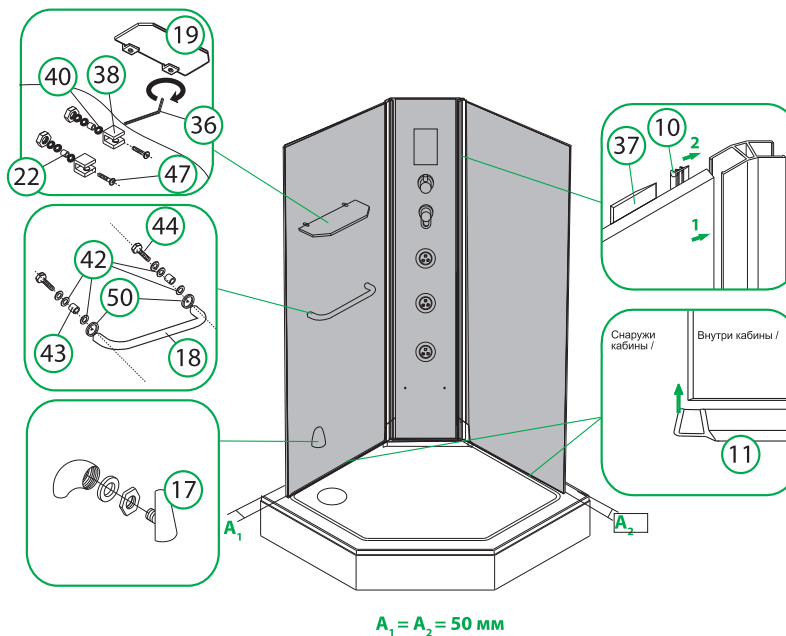

Рис. 6 / 6-сур.
2. Установите на поддон центральную и неподвижные задние панели и закрепите их ПВХ-уплотнителями (рис. 6).
3. Закрепите форсунку парогенератора, поручень и стеклянную полку (рис. 6).